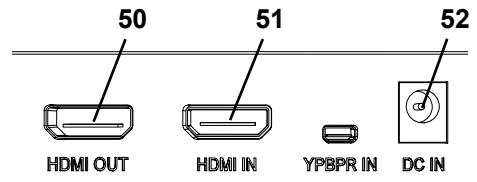

Fig. 35
- ⇒ Pulse la tecla REC (56, Fig. 35) de la grabadora de videos HDMI.
- ◆ El LED de señalización (55, Fig. 35) se ilumina en color rojo.
⇒ Introduzca el cable del micrófono de los auriculares (conector rosa) en la conexión MIC IN (54, Fig. 35) (marca rosa).